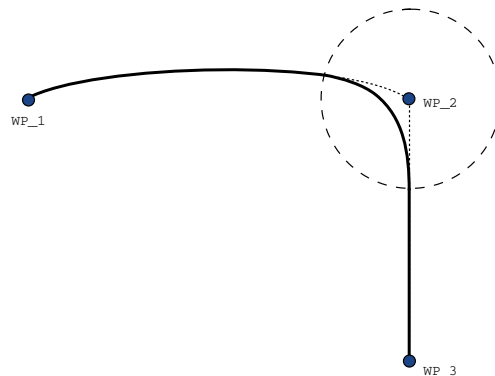

Figura 14.7: União a partir de um movimento no espaço de articulação (MoveJ) para um movimento da ferramenta linear (MoveL).
De diferentes combinações, os itens 2, 3 e 4 resultarão em trajetórias que se mantêm dentro dos limites da trajetória original no espaço cartesiano. Um exemplo de uma união entre diferentes tipos de trajetória (item 2) pode ser visto na figura 14.7.